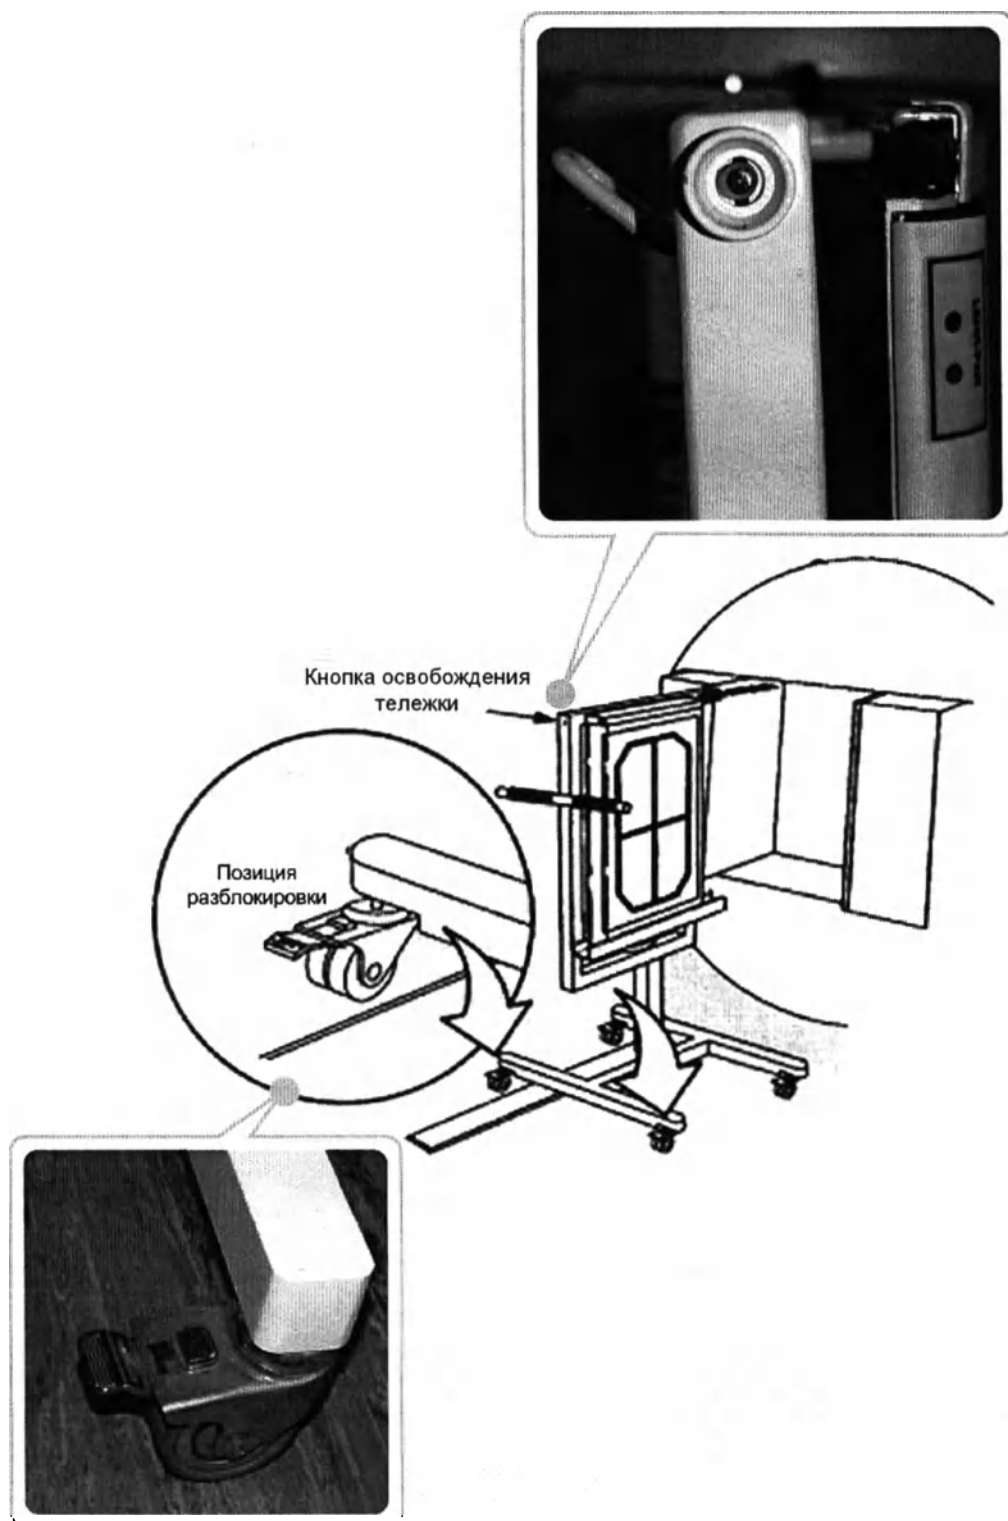

Рисунок 8-15 — Отсоединение тележки от стойки
10. Отсоединить тележку от стойки, нажав на кнопку освобождения тележки (Рисунок 8-15);
6. Отсоедините тележку от стойки, нажав на кнопку освобождения тележки (Рисунок 8-15);
8. Отсоедините тележку от детектора, нажав на кнопку освобождения коллиматора на задней стенке тележки (Рисунок 8-15);